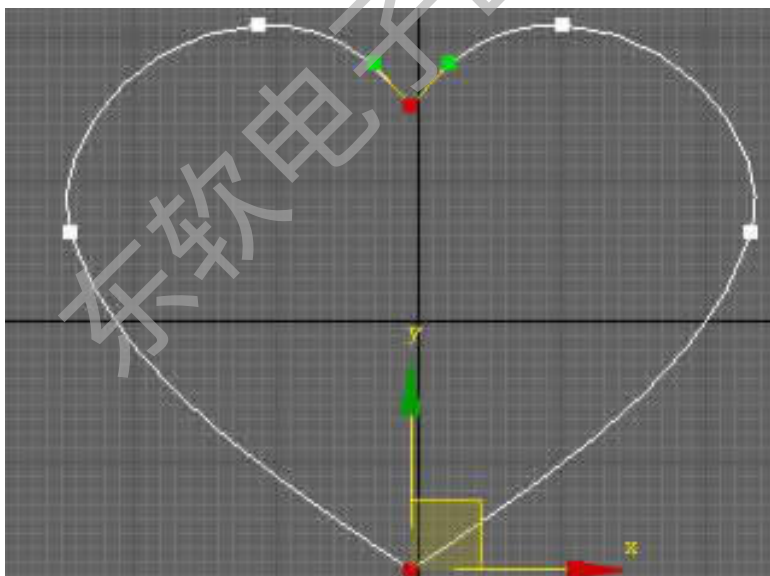

图 2-39 焊接
Step 5. 此时的图形虽然成为一个图形,但是并不是闭合图形,在两个图形的交界处的顶点之间是存在距离的,选中这两个顶点,使用“焊接”工具焊接成为一个点,如图 2-39 示。